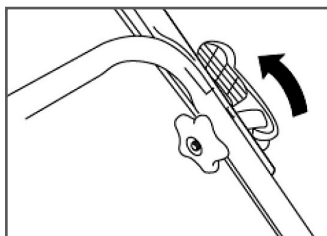

Рис. 2 Соединение верхней и нижней части рукоятки
3. Совместите верхнюю и нижнюю части рукоятки так, чтобы совпали отверстия и соедините их при помощи эксцентриковых фиксаторов (Рис. 2).